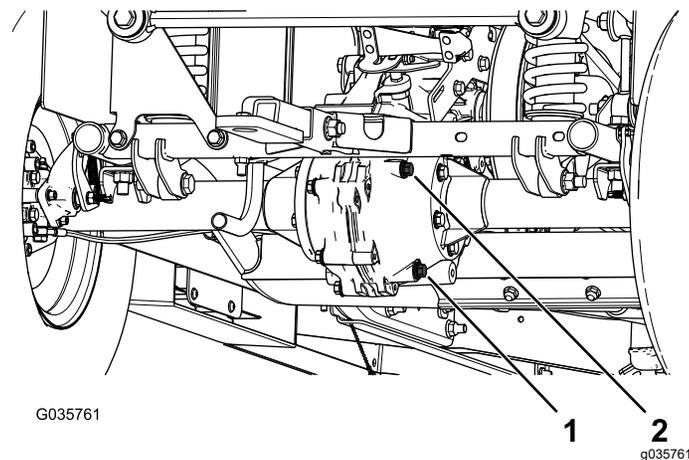

図 56
4. トランスアクスルについている補給プラグを外す(図 56)。
5. オイルの量が少ない場合は、補給プラグを取り、穴からあふれ出てくるまで所定のオイルを補給する 図 56。
1. ドレンプラグの下にオイルを受ける容器をおく 図 56。
2. トランスアクスルについている補給プラグとシールを外す 図 56。
3. ドレンプラグとシールを外してオイルが完全に抜けるのを待つ 図 56。